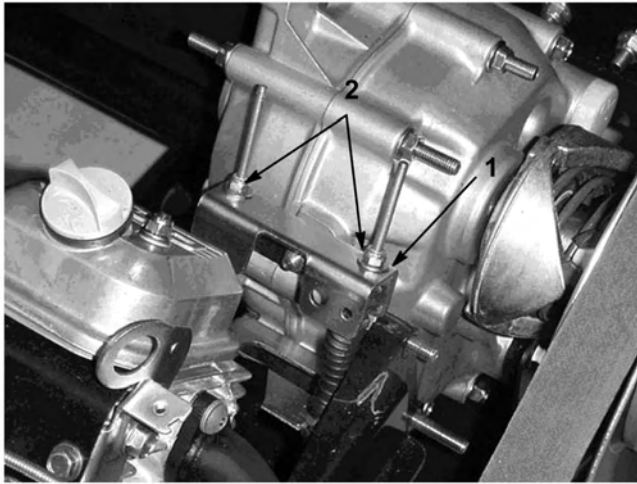

Bild 40
Wenn Sie regelmäßige Wartungsarbeiten und/oder eine Motordiagnostik durchführen, müssen Sie die Antriebsachse zunächst in den Leerlauf schalten (Bild 40). Der Schalthebel weist eine Leerlaufstellung auf, die den Leerlauf der Antriebsachse bestimmt. Treffen Sie die folgenden Maßnahmen, um sicherzustellen, dass der Schalthebel in der Leerlaufstellung die Antriebsachse auch richtig auf Leerlauf schaltet:
2. Achten Sie darauf, dass die Leerlaufhalterung in der Leerlauf-Stellung (Hebel) ist. Drehen Sie hierfür die Antriebskupplung (Bild 40). Das Fahrzeug sollte nicht vorwärts- oder rückwärtsrollen. Wenn sich das
3. Ziehen Sie eine der Sicherungsmuttern (Bild 40) nur so weit fest, dass das Spiel aus dem Schaltzug entfernt wird.